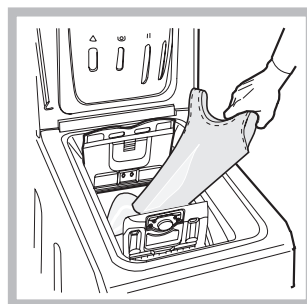

Abb. 3
C) Einfüllen der Wäsche (Abb. 3):